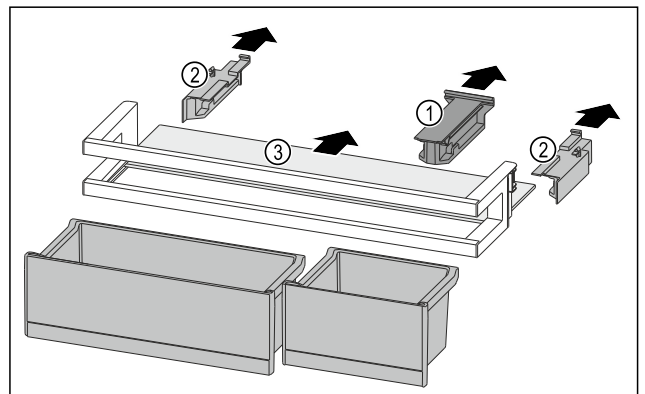

Fig. 100
- Витягніть кріпильний елемент Fig. 100 (1).
- Витягніть бічні елементи Fig. 100 (2).
- Дістаньте полицю Fig. 100 (3).